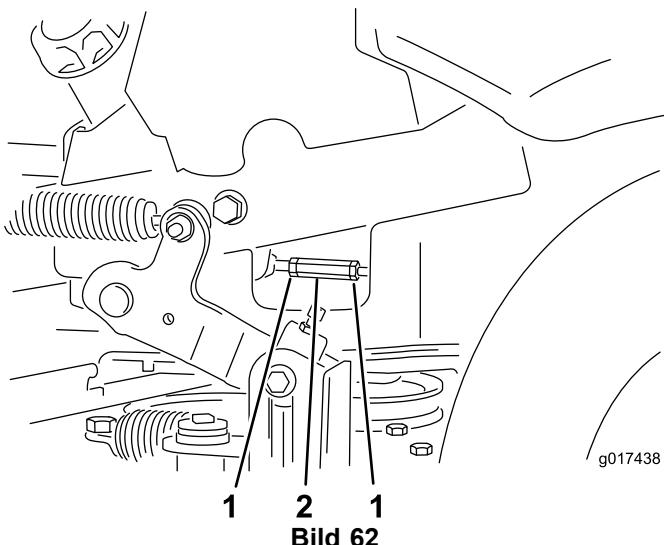

Bild 62
7. Stellen Sie die Fahrantriebshebel in die Neutralstellung. Stellen Sie die Länge der Pumpensteuerstangen ein, indem Sie die zwei Klemmmuttern lösen und die Einstellmutter so weit in die entsprechende Richtung drehen, bis sich das Rad leicht zurückdreht (Bild 62). Stellen Sie die Fahrantriebshebel in die Rückwärtsstellung und üben Sie etwas Druck auf den Hebel aus, damit die Federn die Hebel wieder in die Neutralstellung bringen. Das Rad darf sich nicht mehr drehen, kann sich aber leicht rückwärts drehen.
8. Ziehen Sie die zwei Klemmmuttern gegen die Einstellmutter (Bild 62).